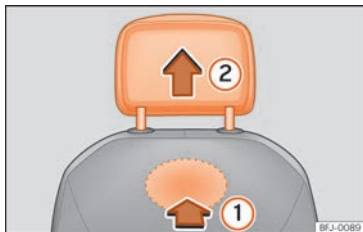

Abb. 113 Kopfstützen vorne: Ausbau.
- Lokalisieren Sie zum Entriegeln der Kopfstütze die Aussparung im markierten Bereich auf der Rückseite der Sitzlehne und drücken Sie in Pfeilrichtung »» **Abb. 113** **①**.
- Ziehen Sie die Kopfstütze in Pfeilrichtung **②** heraus.